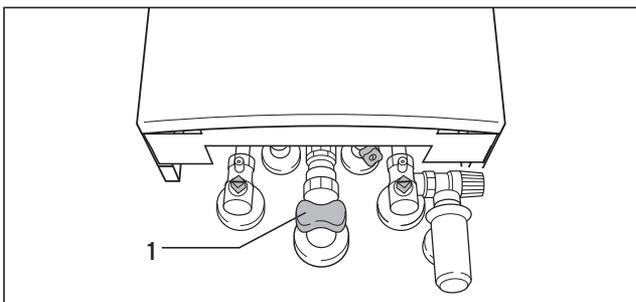

Abb. 2.1 Gasabsperrhahn schließen (Abb. zeigt einen VCW)
- Gasabsperrhahn (1) am Gerät (Abb. 2.1) und Hauptabsperrhahn schließen